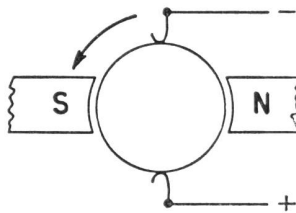

Fig. 137
- Ändern wir aber sowohl die Stromrichtung des Ankers als auch die Polarität des Erregers, wird der Motor wieder in der ursprünglichen Richtung drehen (Fig. 137).